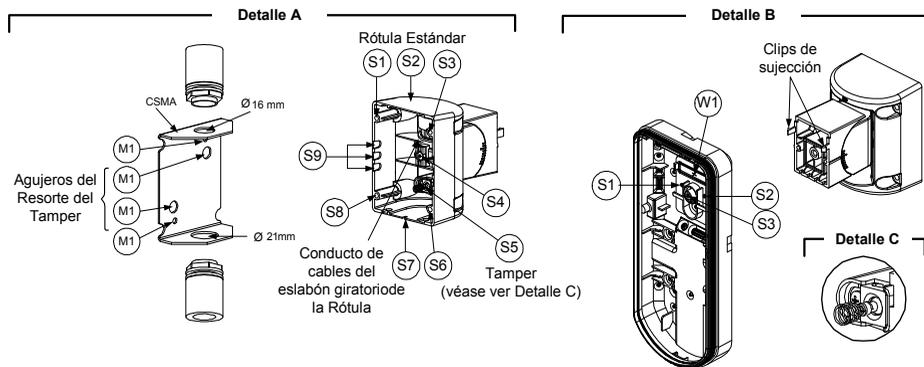

Figura 7
Montaje del Conducto de la Rótula (usando el Adaptador de Conducto de Metal de la Rótula – CMSA) Figura 7, Detalle A)
- d. Inserte los cables externos y los cables del tamper desde el conducto a través del conducto de cables de la rótula (Figura 7, Detalle A).
El resorte del tamper S5 (Figura 7) debe hacer contacto con la pared a través de los agujeros de los resortes del tamper M2 o M3 en el CSMA. Asegúrese de oír el "Click" del tamper al conectar a la pared.
7. Inserte los cables del tamper y el cableado del cableado del cable externo a la Rótula a través del agujero pre-marcado W1 en la base externa (Figura 7, Detalle B).